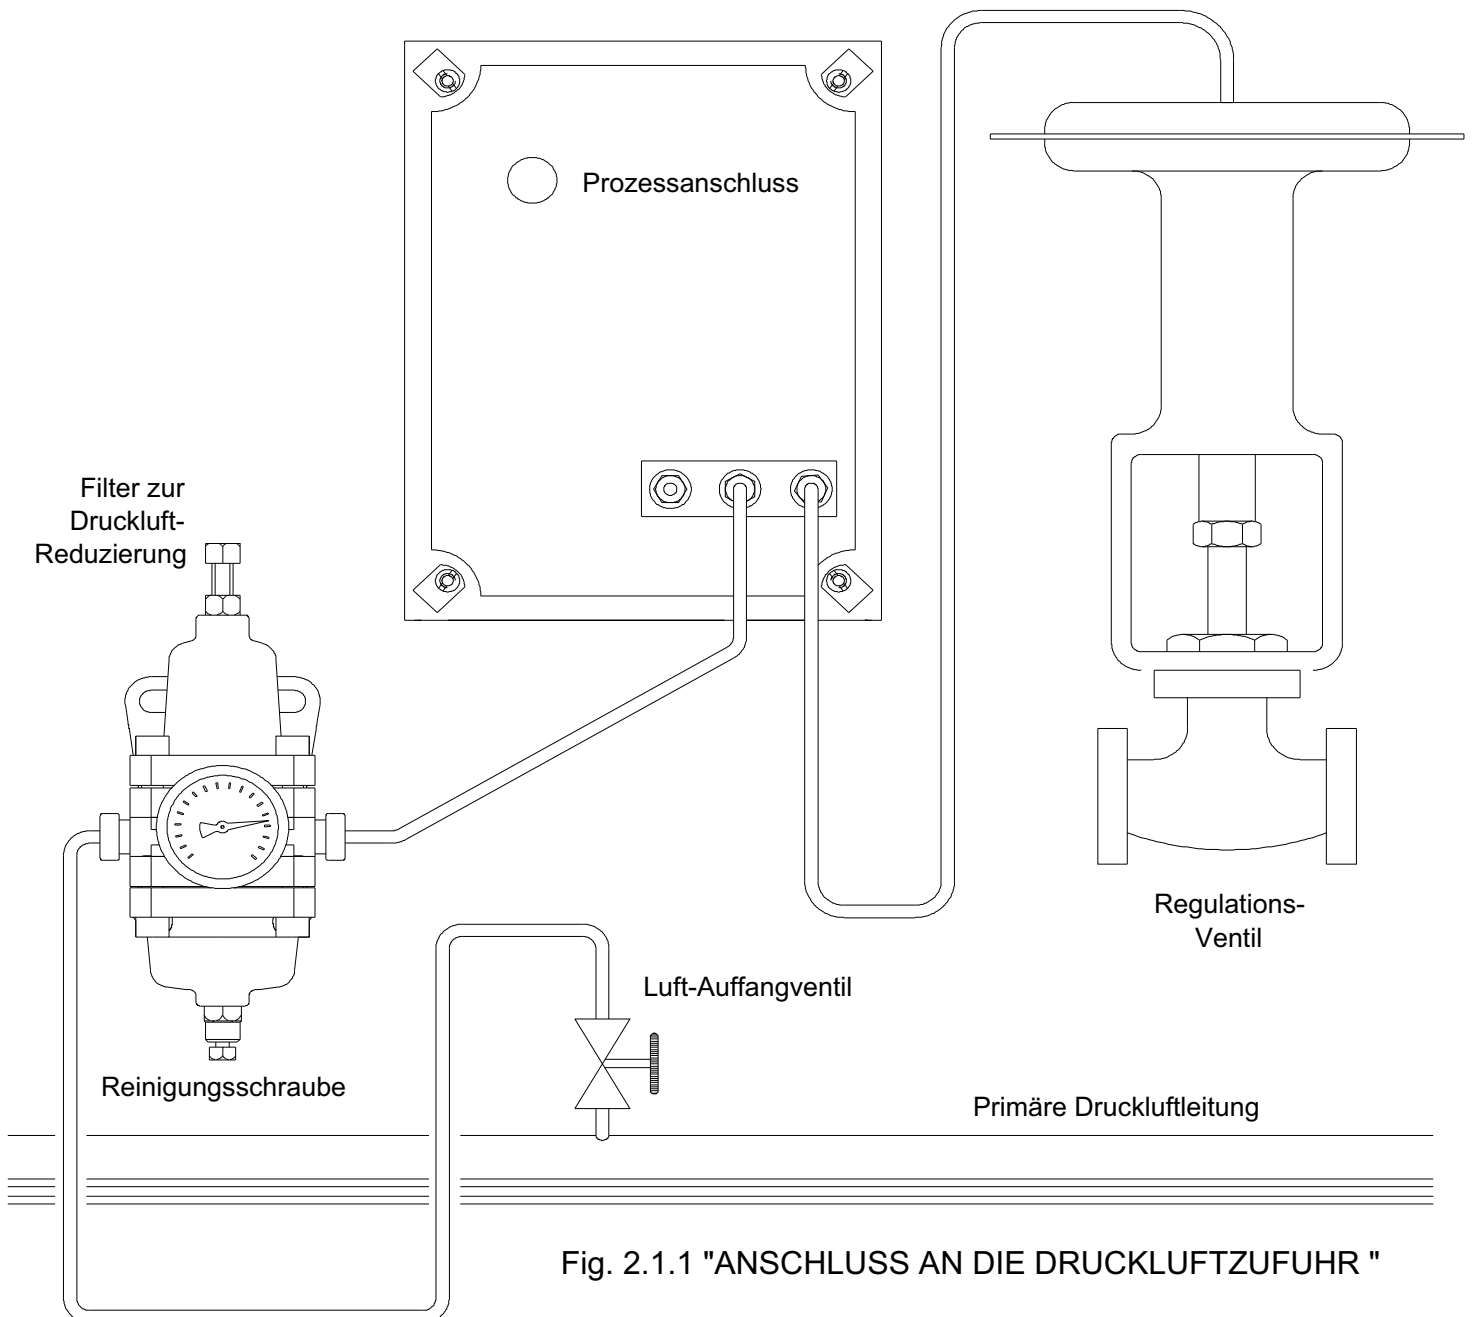
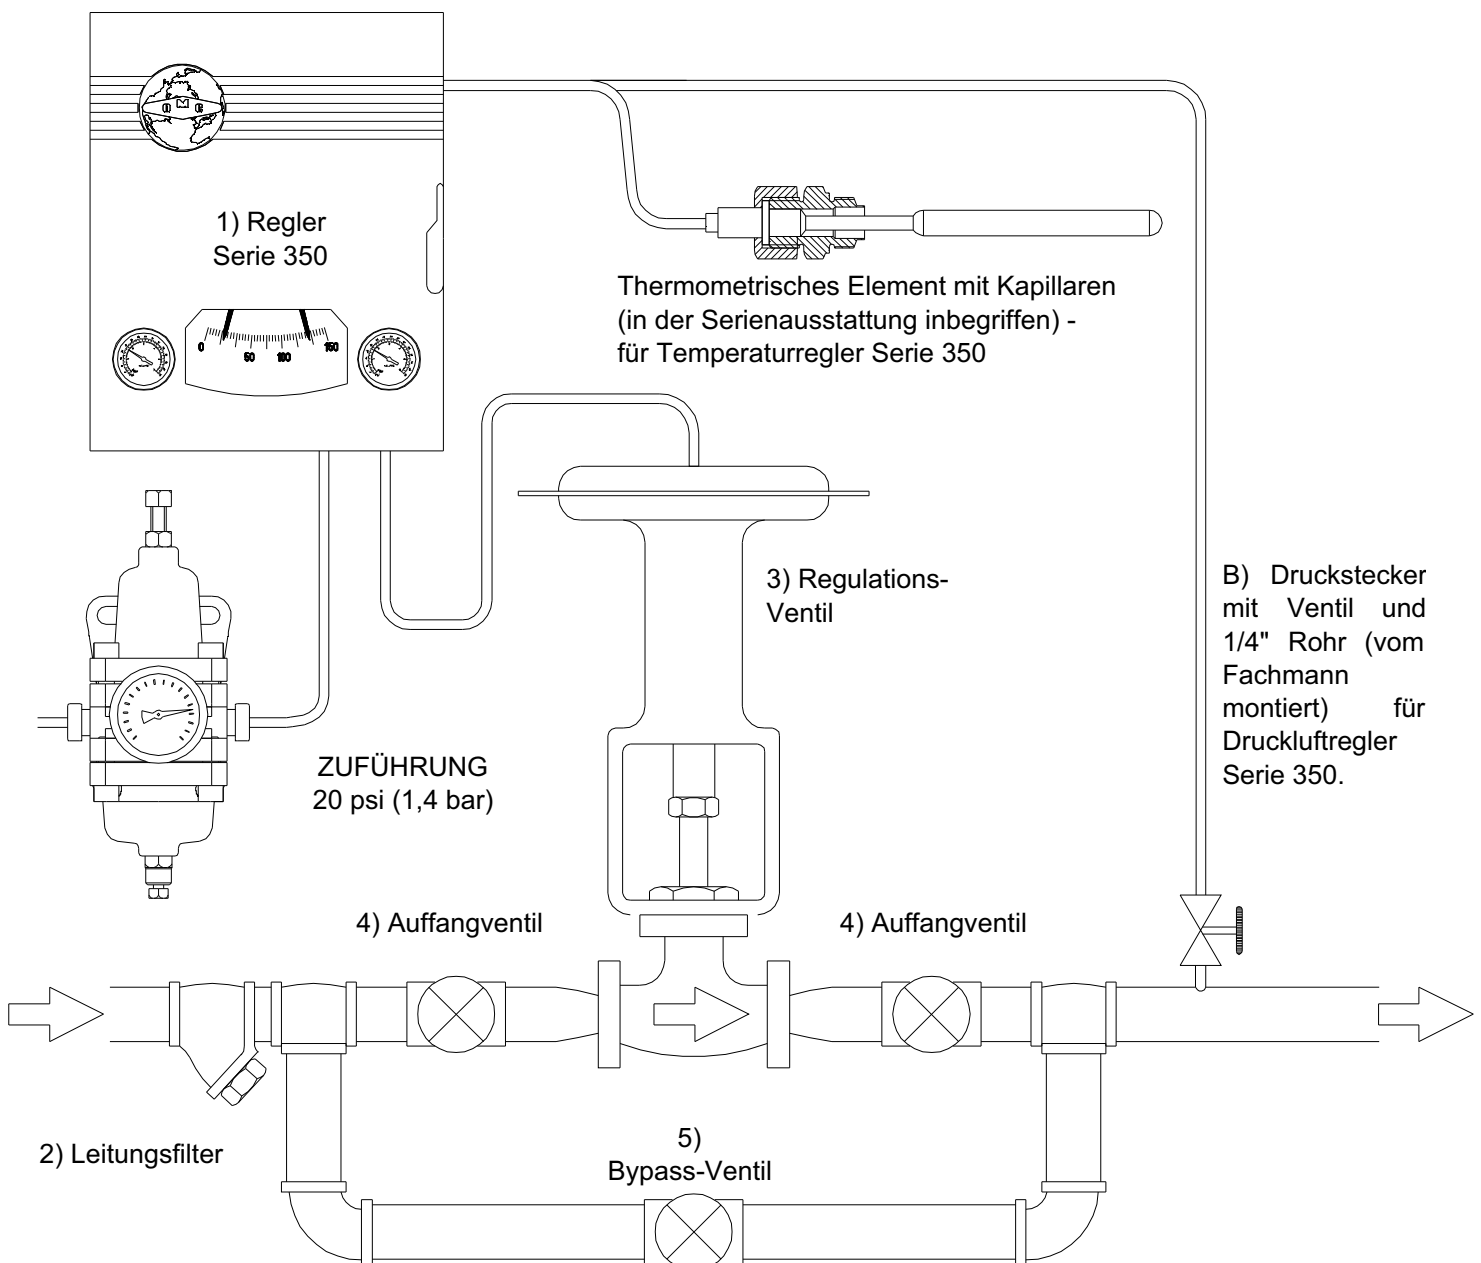

Fig. 2.1.1 "ANSCHLUSS AN DIE DRUCKLUFTZUFUHR "
Fig. 2.2.1 "ANSCHLUSS AN DAS REGULATIONSVENTIL"
### 2.1. ANSCHLUSS AN DIE DRUCKLUFTZUFUHR (Fig. 2.1.1)
## 2.2. ANSCHLUSS AN DAS REGULATIONSVENTIL (Fig. 2.2.1)
C - Die Auffangventile vor und nach dem Regulationsventil ganz öffnen und vergewissern, daß das Bypass-Ventil geschlossen ist (siehe Fig. 2.2.1).
**C** - Das proportionale Band (10) auf 0% stellen und sicherstellen, daß das Instrument auf die gewünschte Operation eingestellt ist (DIRECT = Ausgangssignal steigt wenn die zu regulierende Variable steigt; REVERSE = Ausgangssignal steigt wenn die zu regulierende Variable fällt).
**D** - Wenn das Regulationsventil (3) mit Bypass-Ventil (5) ausgestattet ist, kontrollieren, daß letzteres gut geschlossen ist und daß das Auffangventil (4) stromabwärts montiert vollständig geöffnet ist (siehe Fig. 2.2.1).
**E** - Langsam das Auffangventil (4), welches vor dem Regulationsventil montiert ist, vollständig öffnen (4, Fig. 2.2.1).
- A** - Den Apparat mit 20 psi ( $\pm 1,5$ ) Druckluft speisen und die Reinigungsschraube des Druckreduktionsfilters öffnen (siehe Fig. 2.1.1) bis sämtliche Kondensrückstände ausgetreten sind.
- B** - Den Knopf mit der Aufschrift "Set-Point" (25) drehen, und den roten Zeiger (22) des Regulators auf den gewünschten Wert einstellen.
- C** - Das proportionale Band (10) auf 20% stellen und sicherstellen, daß das Instrument auf die gewünschte Operation eingestellt ist (DIRECT = Ausgangssignal steigt wenn die zu regulierende Variable steigt; REVERSE = Ausgangssignal steigt wenn die zu regulierende Variable fällt).
- D** - Wenn das Regulationsventil (3) mit Bypass-Ventil (5) ausgestattet ist, kontrollieren, daß letzteres gut geschlossen ist und daß das Auffangventil (4) stromabwärts montiert vollständig geöffnet ist (siehe Fig. 2.2.1).
- E** - Langsam das Auffangventil (4), welches vor dem Regulationsventil montiert ist, vollständig öffnen (siehe Fig. 2.2.1).
- H** - Es kann passieren, daß die Schreibfeder nicht perfekt mit dem roten Zeiger des gewünschten Wertes übereinstimmt. Um diese Abweichung zu eliminieren, den Reset-Knopf manuell drehen (14).
**A** - Den Apparat mit 20 psi ( $\pm 1,5$ ) Druckluft speisen und die Reinigungsschraube des Druckreduktionsfilters öffnen (siehe Fig. 2.1.1) bis sämtliche Kondensrückstände ausgetreten sind.
**B** - Das Ventil (48) für die Integralfunktion im Uhrzeigersinn drehen. Den Knopf mit der Aufschrift "Set-Point" (25) drehen, und den roten Zeiger (22) des Regulators damit auf den Wert 9 psi als Ausgangssignal (21) des Manometers bringen. Das Ventil (48) komplett schließen, indem dieses bis zum Anstehen gegen den Uhrzeigersinn gedreht wird.
**C** - Den Knopf mit der Aufschrift "Set-Point" (25) neuerlich drehen, und den roten Zeiger (22) des Regulators auf den gewünschten Wert einstellen.
**D** - Das proportionale Band durch drehen (10) auf 20% stellen und sicherstellen, daß das Instrument auf die gewünschte Operation eingestellt ist (DIRECT = Ausgangssignal steigt wenn die zu regulierende Variable steigt; REVERSE = Ausgangssignal steigt wenn die zu regulierende Variable fällt).
**E** - Wenn das Regulationsventil (3) mit Bypass-Ventil (5) ausgestattet ist, kontrollieren, daß letzteres gut geschlossen ist und daß das Auffangventil (4) stromabwärts montiert vollständig geöffnet ist (siehe Fig.2.2.1).
**F** - Langsam das Auffangventil (4), welches vor dem Regulationsventil montiert ist, vollständig öffnen (siehe Fig. 2.2.1).
**A** - Das Ventil für die Derivativfunktion öffnen indem der Knopf (53) im Uhrzeigersinn bis zum Anstehen gedreht wird.
**B** - Den Apparat mit 20 psi ( $\pm 1,5$ ) Druckluft speisen und die Reinigungsschraube des Reduktionsfilters (siehe Fig. 2.1.1) öffnen, bis sämtliche Kondensrückstände ausgetreten sind.
**C** - Das Ventil (48) für die Integralfunktion im Uhrzeigersinn drehen. Den Knopf mit der Aufschrift "Set-Point" (25) drehen, und den roten Zeiger (22) des Regulators, damit auf den Wert 9 psi als Ausgangssignal (21) des Manometers bringen. Das Ventil (48) komplett schließen, indem dieses bis zum Anstehen gegen den Uhrzeigersinn gedreht wird.
**D** - Den Knopf mit der Aufschrift "Set-Point" (25) neuerlich drehen, und den roten Zeiger (22) des Regulators auf den gewünschten Wert einstellen.
**E** - Das proportionale Band durch drehen (10) auf 20% stellen und sicherstellen, daß das Instrument auf die gewünschte Operation eingestellt ist (DIRECT = Ausgangssignal steigt wenn die zu regulierende Variable steigt; REVERSE = Ausgangssignal steigt wenn die zu regulierende Variable fällt).
**F** - Wenn das pneumatische Ventil (3) mit Bypass-Ventil (5) ausgestattet ist, kontrollieren, daß letzteres gut geschlossen ist und daß das Auffangventil (4) stromabwärts montiert vollständig geöffnet ist (siehe Fig.2.2.1).
**G** - Langsam das Auffangventil (4), welches vor dem Regulationsventil montiert ist, vollständig öffnen (siehe Fig. 2.2.1).
**L** - Es kann passieren, daß der schwarze Zeiger nicht perfekt mit dem roten Zeiger des gewünschten Wertes übereinstimmt. Um diese Abweichung zu eliminieren, ist das Ventil für die Integralfunktion (48) graduell zu öffnen, bis die Zeiger übereinstimmen und danach absichtlich eine Störung herbeiführen, indem der rote Zeiger des Set-Point schnell verstellt wird; beginnt der schwarze Zeiger auszubaldern, ist das Ventil langsam zu schließen bis die Pendelbewegung abgeklungen ist und die zwei Zeiger übereinanderstehen. Neuerdings eine Störung herbeiführen und die Auspendelung des schwarzen Zeigers kontrollieren; wenn notwendig, noch einmal das Ventil (48) betätigen und die Kontrolle wiederholen. Zeigt das Manometer bei diesem Vorgang einen Wert kleiner als 4 psi oder größer als 12 psi an, so ist das Ventil für die Derivativfunktion (53) stufenweise zu schließen, bis während der Regelung die Werte in dem Bereich 4÷12 psi liegen.
**A** - Den Apparat mit 20 psi ( $\pm 1,5$ ) speisen und die Reinigungsschraube des Reduktionsfilters öffnen, bis sämtliche Kondensrückstände ausgetreten sind (siehe Fig. 2.1.1).